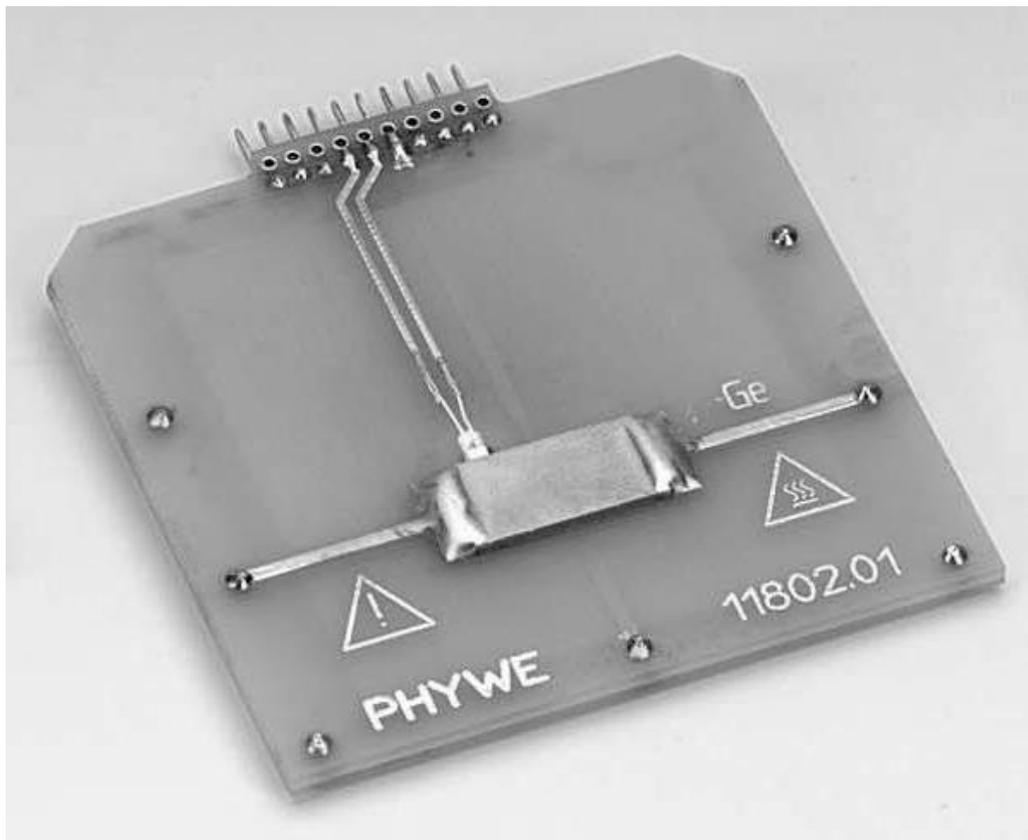
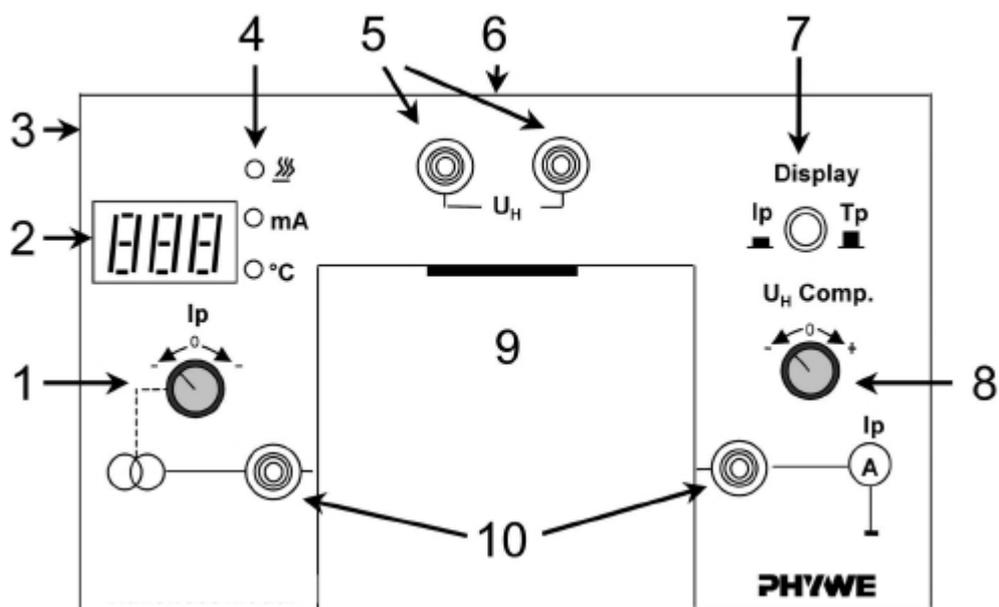
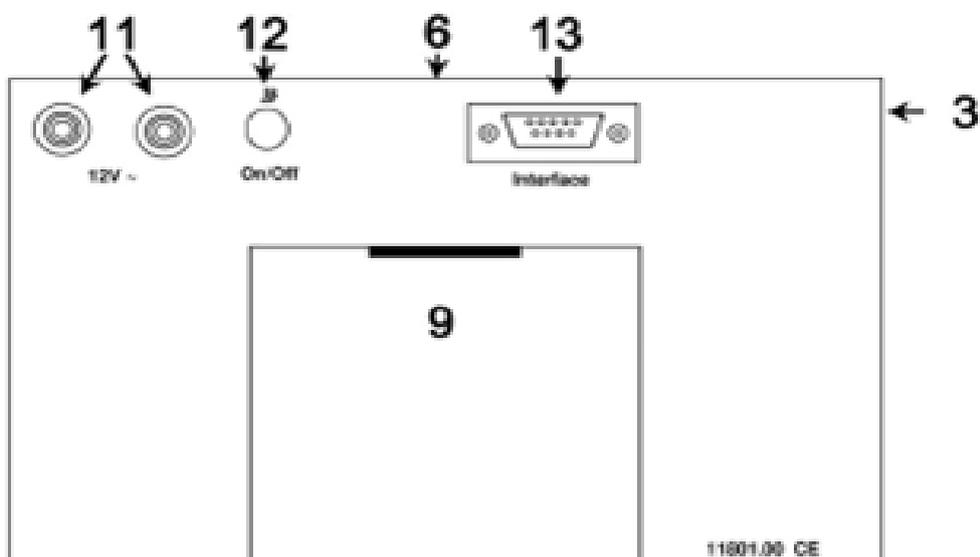

Рис. 3. Сменная плата, с закреплённым образцом.
Рис. 4. Лицевая панель измерительного модуля с элементами управления и индикатором.
Рис. 5. Задняя панель измерительного модуля.
Исследуемый образец нелегированного Ge полупроводника с размерами (10 x 20 x 1) мм³ и удельным сопротивлением ~50 Ом·см закреплен на плате (рис. 3), помещенной в измерительный модуль (рис. 4 и 5).
Измерительный модуль непосредственно связан с внешним источником переменного напряжения 12 В, подключенным к его задней панели (поз. 11 на рис. 5). Падение напряжения на образце измеряется вольтметром, который подключается к двум нижним клеммам на передней стороне модуля (поз. 10 на рис. 4). Температура измеряется с помощью платинового термометра сопротивлением 100 Ом, находящегося в контакте с образцом. Сопротивление термометра
измеряется встроенным в измерительный модуль прибором, и выводится на встроенный индикатор (поз. 2) в единицах °С. Так же на этот индикатор может быть выведено значение тока через образец в мА, измеряемое встроенным амперметром. Режим «Ток» / «Температура» изменяется кнопкой «Дисплей» (поз.7). Плата с образцом (рис.3) содержит нагревательную спираль, максимальная температура нагрева которой не должна превышать 170 °С (контролируется встроенным в измерительный модуль реле). **Нагревательная спираль включается кнопкой “on/off” (поз.12 на рис. 5) на обратной стороне панели модуля с образцом.** Отключение при достижении максимальной температуры происходит автоматически.
3. Установите силу тока через образец 5 мА (на рис. 4: ручка 1, индикатор 2, кнопка 7 нажата). Ток должен оставаться постоянным в течение эксперимента.